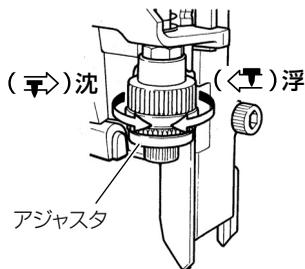

図 11
#### (1) アジャスタの調整 (図 11)
(図 11、12)